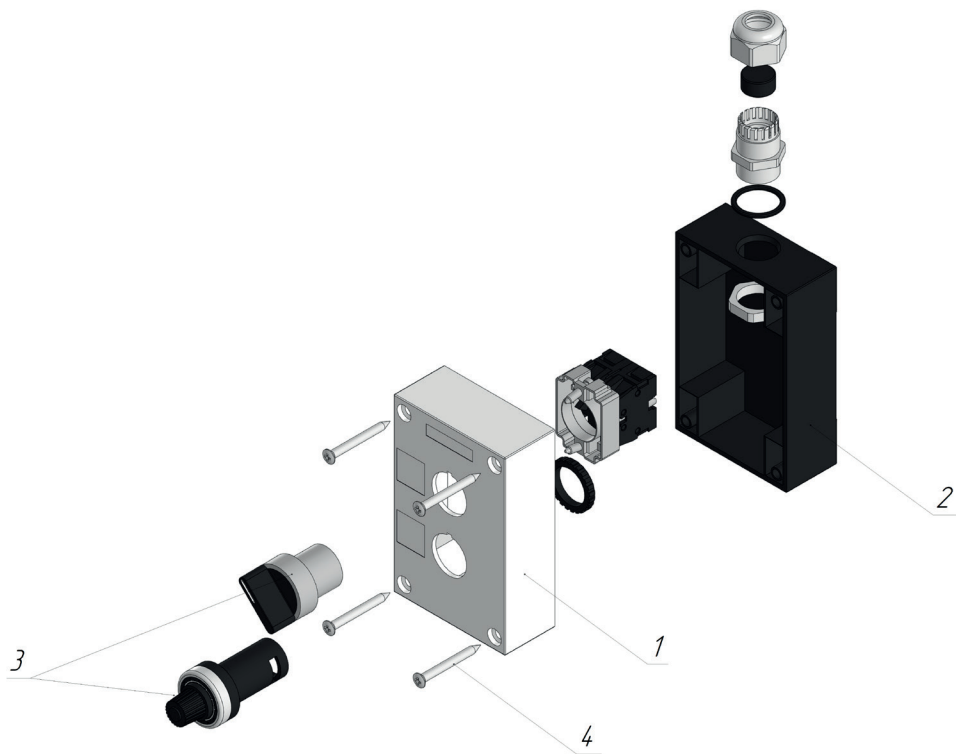

Рисунок 3.2.1 – 3D-модель ПУ-2-XYZ
Для разборки ПУ (Рисунок 3.2.1) необходимо открутить четыре винта (4) на лицевой панели (1), отсоединить ее от задней панели (2), подключить соединительные провода к светосигнальной/управляющей арматуре (3). Для сборки пульта управления произвести описанные выше действия в обратном порядке.